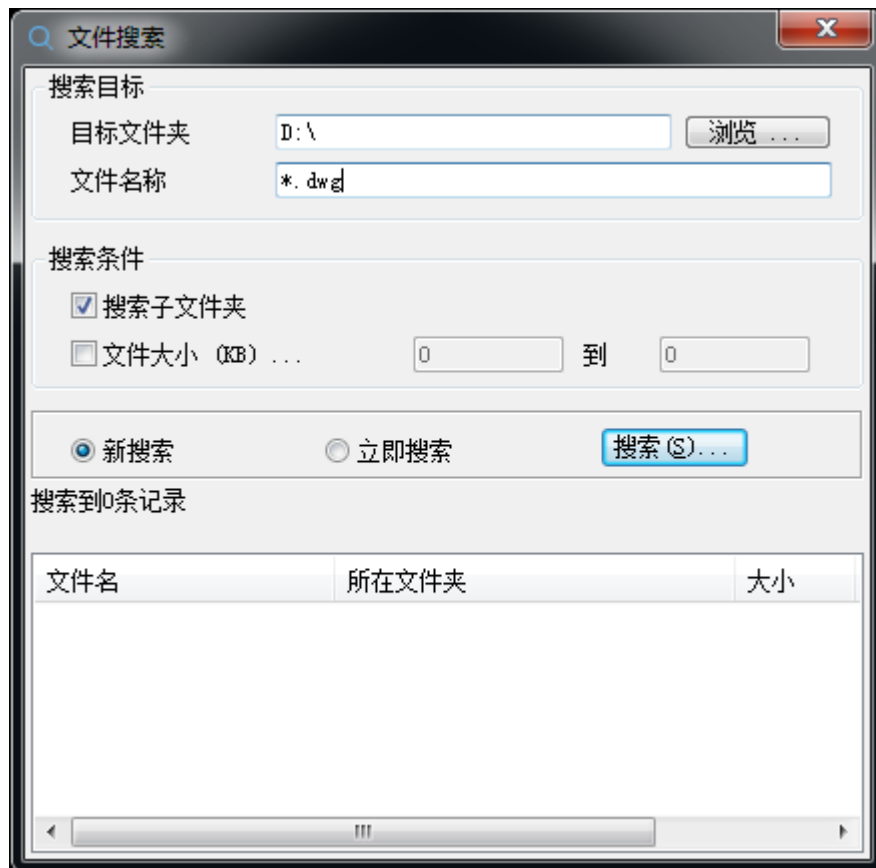

图 5-32 “设计中心”文件搜索对话框
- 2) 点击【搜索】按钮 ，弹出“文件搜索”对话框，如图 5-32。